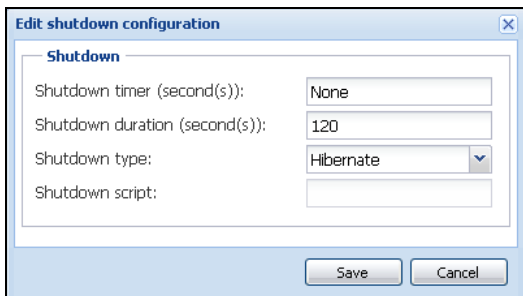

Figura 87. Finestra di dialogo Modifica configurazione di spegnimento
- La Figura 87 mostra la configurazione di Dell MUMC predefinita disponibile da **Impostazioni > Spegnimento > Modifica configurazione di spegnimento**.